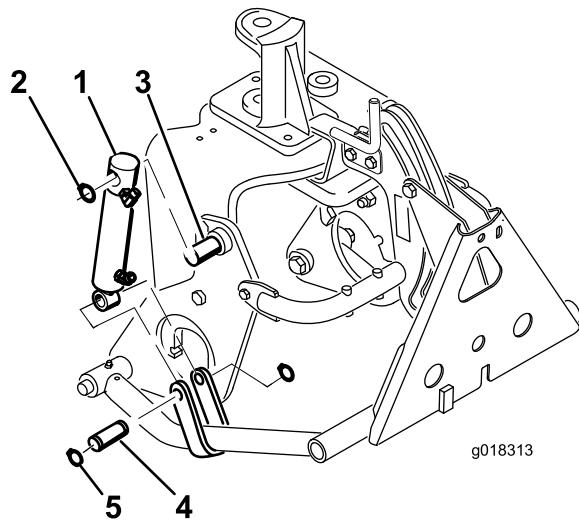

図 12
3. 油圧シリンダの胴体の上部を、右側のハウジング・プレートのピンに取り付け、リテーナ・リングで固定する(図 12)。このとき、シリンダの油圧ポートが前を向くように取り付けること。
4. ピン1本とリテーナ・リング2本を使って、シリンダ・ロッドをプッシュ・アームのストラップに取り付ける(図 12)。